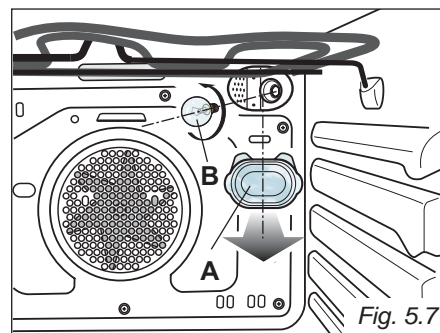

Fig. 5.7
SUSTITUIR LA LUZ DEL HORNO (fig. 5.7)
- Quite la tapa de protección (fig. 5.7).